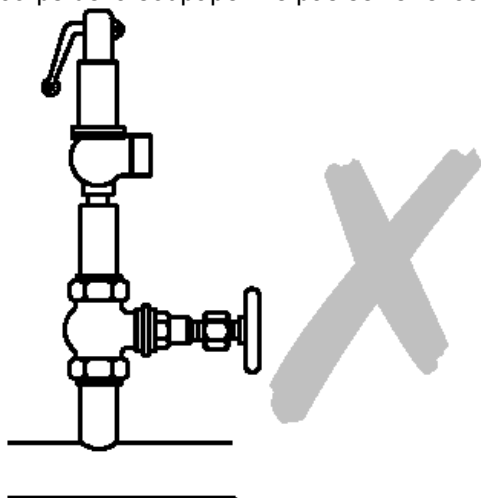

Fig. 4
- 6.3** Il est interdit d'isoler la soupape, c'est-à-dire, que la soupape ne doit pas avoir de robinet d'isolement (Fig. 4).